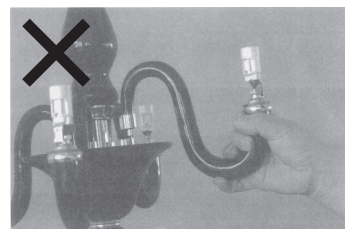

図5
7. 部品 3、2、4、16、13、10、15、9 を取付けます。（図 5）